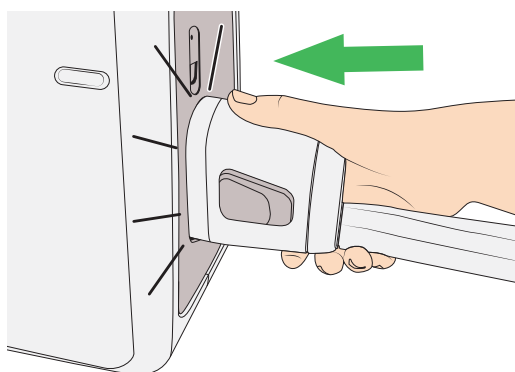

Figura 44
7. Conecte el set de tubos al compresor Auralis y asegúrese de que oye el chasquido que confirma su correcto acoplamiento (consulte la figura 44).